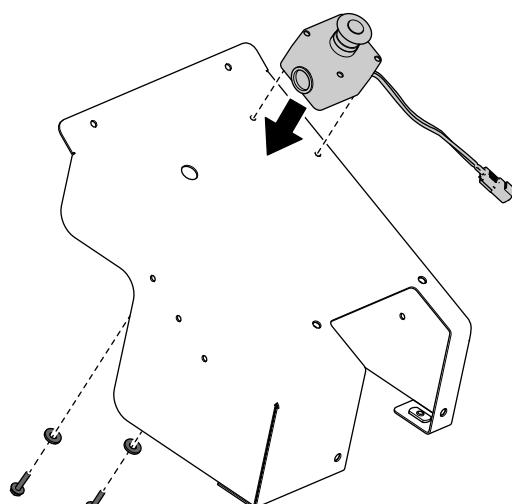

Figura 10
9. Instale o conjunto do botão E-Stop anteriormente retirado na cobertura (Figura 10).